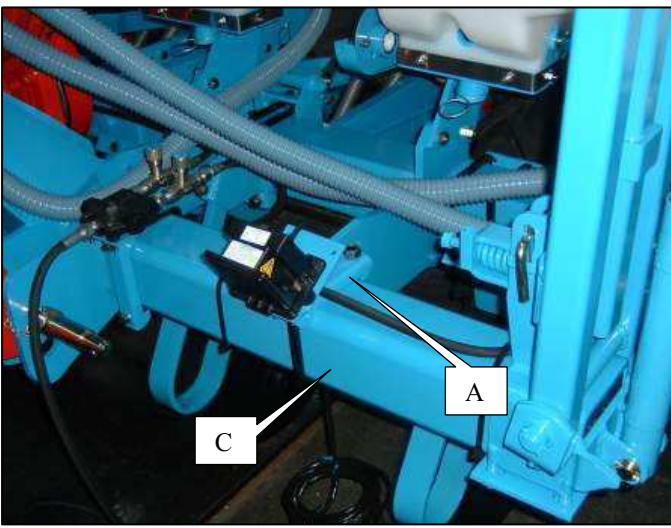
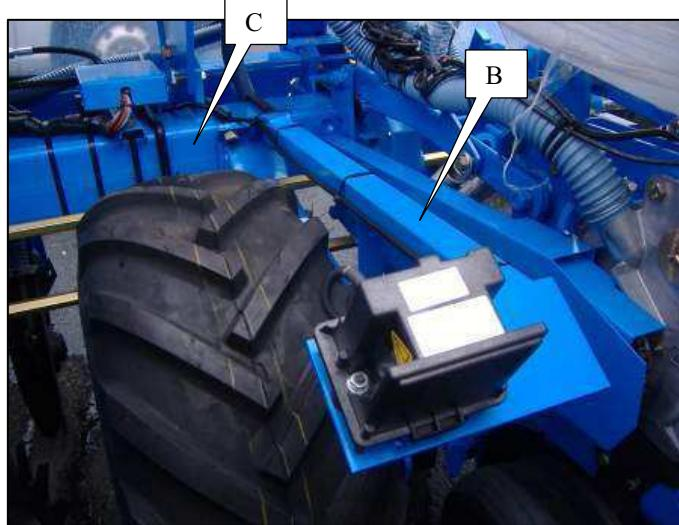

Fig. 1
Fig. 2
- Posizionare entrambi i magneti A su i loro supporti B (Fig.1), dovendo la faccia rossa del magneti trovarsi di fronte al sensore di ruota C, poi fissare entrambi i supporti sulla ruota posizionandoli a **180° uno dall'altro** rispetto al centro della ruota.
Le kit de montage comprend un support de fixation sur semoir A (Fig.1) ou un support de fixation sur bloc roue B (Fig.2)
-Installer le support sur le châssis du semoir C (voir Fig.1 et 2).
The assembly kit includes a mounting A (Fig.1) or B (Fig.2).
The assembly kit includes a securing bracket on the seeder A (Fig.1) or a securing bracket on the wheel unit B (Fig.2)
Das Montagekit schließt einen Befestigungsträger auf Sämaschine A (Abb. 1) oder einen Befestigungsträger auf Radeinheit B (Abb. 2) ein.